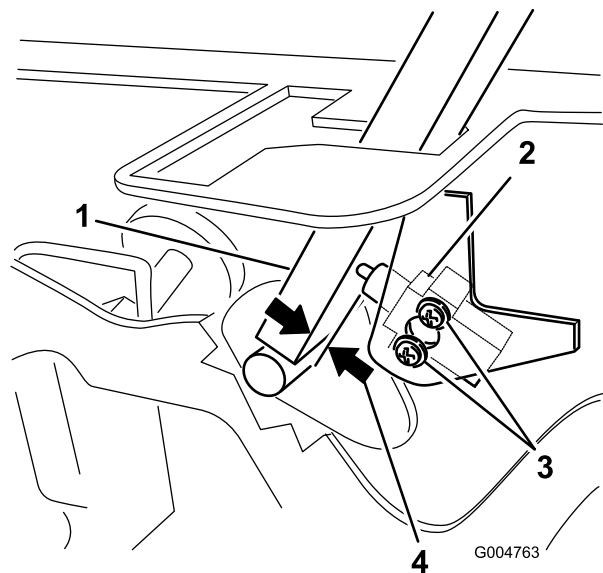

Bild 81
3. Lösen Sie die zwei Schrauben, mit denen der Sicherheitsschalter befestigt ist (Bild 81).
4. Halten Sie den Schaltbügel gegen den Rahmen und schieben Sie den Schalter zum Hebel, bis der Abstand zwischen dem Hebel und dem Schaltergehäuse 0,4 mm bis 1 mm beträgt, wie in Bild 81 abgebildet.